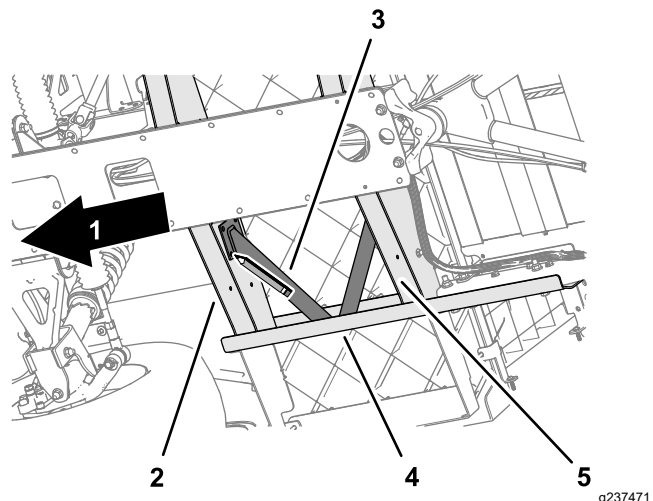
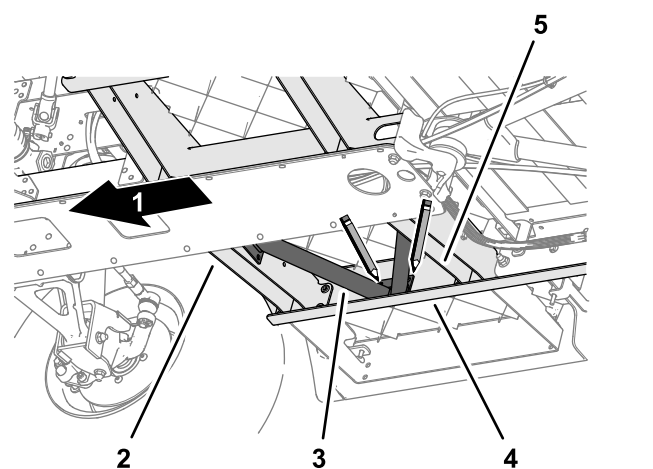

Figura 15
Figura 16
delantero y el perfil trasero del bastidor de la máquina (Figura 15).
- El tirante debe estar paralelo al suelo (Figura 15).
3. Usando el tirante de suelo como plantilla, marque la posición de los taladros en el perfil lateral del bastidor y en los perfiles de suelo (Figura 15, Figura 16, y Figura 17).